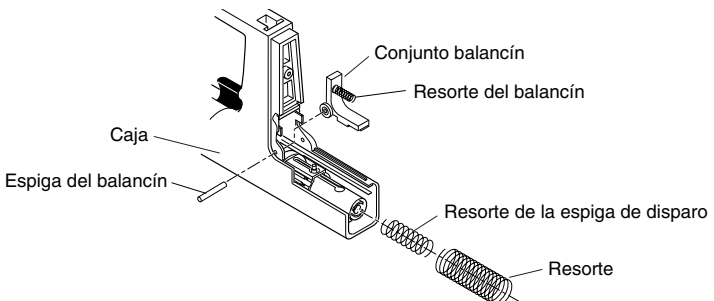

Figura 7 - Retiro del conjunto balancín de la caja
1. De la parte exterior del conjunto forro exterior retire el resorte más grande y de su parte interior retire el resorte de la espiga de disparo (vea la Figura 7).
3. Retire de la caja el conjunto balancín (vea la Figura 7).